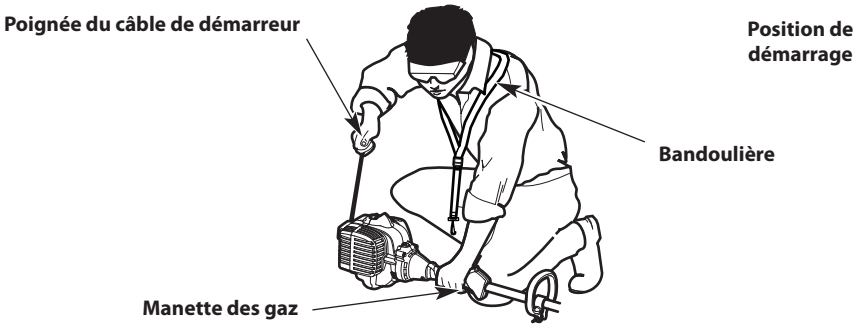

Fig. 12
**AVERTISSEMENT :** Évitez tout démarrage accidentel de l'appareil. Pour éviter toute blessure grave, l'opérateur et l'appareil doivent être tous deux en position stable quand l'opérateur tire sur le câble de démarreur (Fig. 12).
3. Accroupissez-vous en position de démarrage (Fig. 12).
5. Tirez sur la corde de démarrage en effectuant un mouvement contrôlé et ferme à **5 reprises** (Fig. 12).
7. Tirez sur la corde de démarreur en un mouvement contrôlé et ferme à **5 reprises** pour démarrer le moteur (Fig. 12).